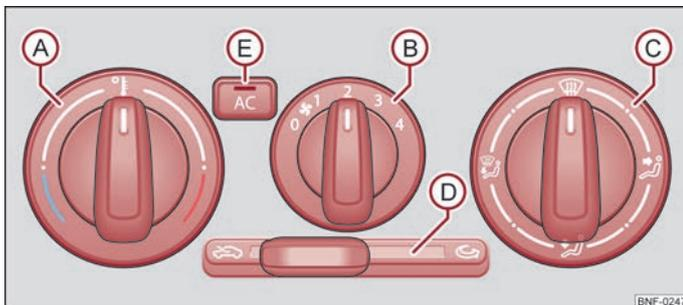

Fig. 56 Climatizzatore: Comandi
L'impianto di raffreddamento funziona se il tasto AC ⇒ fig. 56 E è premuto e se risultano soddisfatte le seguenti condizioni:
- Ruotare la manopola **A** ⇒ fig. 56 in senso orario per aumentare la temperatura.
- Premere il tasto **AC** **E** ⇒ fig. 56. La spia nel tasto si illumina.
- Elementi di comando Ⓐ, Ⓑ, Ⓒ, Ⓓ e il tasto Ⓔ ⇒ fig. 56.
- Spostare il cursore Ⓓ ⇒ fig. 56 in posizione